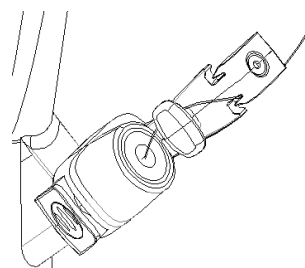

Figura 3
2. Inserire il dispositivo attraverso il tappo di chiusura, allineare il dispositivo all'ingresso del canale dell'endoscopio e inserirlo lentamente in modo rettilineo. Quando il dispositivo e il filo guida entrano nella posizione predeterminata, il filo guida può essere bloccato nella scanalatura di bloccaggio e il filo guida è bloccato (vedere Figura 3). Se necessario, inserire l'estremità del filo guida attraverso la parte antiscivolo per fissare il filo guida.